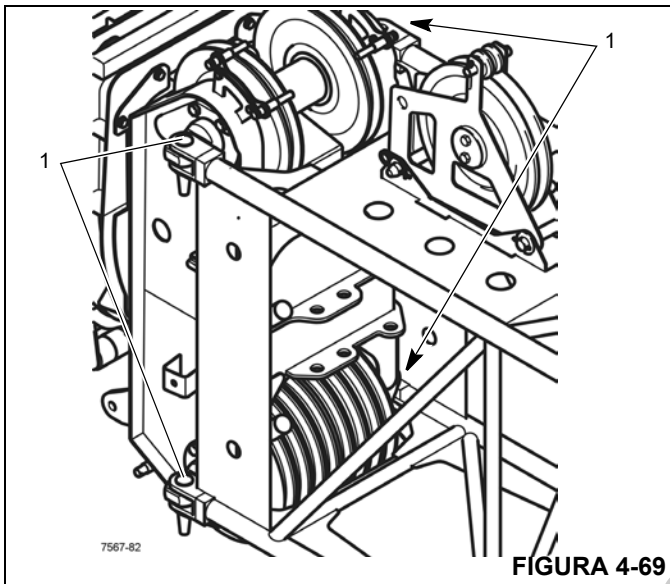

FIGURA 4-69
3. Eleve a extensão na frente do cabeçote da lança principal de modo que os quatro pontos de conexão (1) (Figura 4-69) fiquem alinhados em ambos os lados.
5. Insira os pinos nos pontos de conexão (1) e prenda-os com os grampos de retenção.
4. Remova os pinos dos pontos de conexão (1) (Figura 4-69).